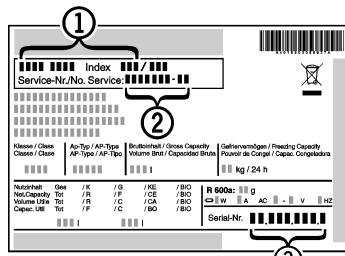

Fig. 34
- Denominación del aparato Fig. 34 (1), nº del servicio técnico Fig. 34 (2) y nº de serie Fig. 34 (3) en la placa de identificación. La placa de identificación se encuentra en la parte interior izquierda del aparato.
- Informe al servicio postventa e indique el fallo, la denominación del aparato Fig. 34 (1), el nº del servicio técnico Fig. 34 (2) y el nº de serie Fig. 34 (3).